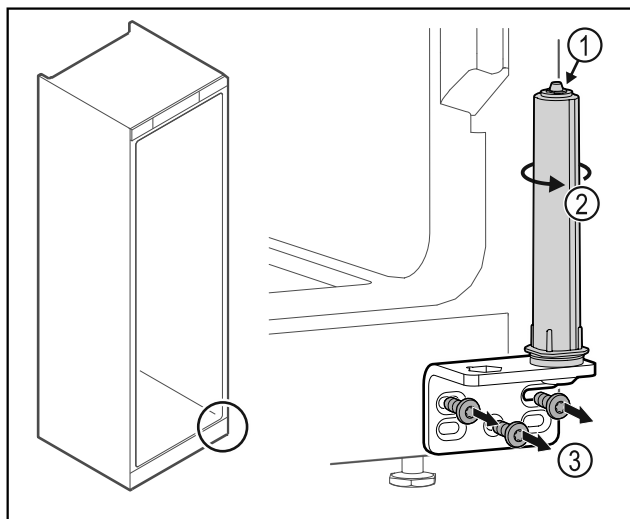

Fig. 46
- Neardykite durų uždarymo sistemos Fig. 46 (1).
- Sukite uždarymo sistemą Fig. 46 (2), kol ji užsifiksuos.
- Atsukite šarnyrinį kamputį Fig. 46 (3).